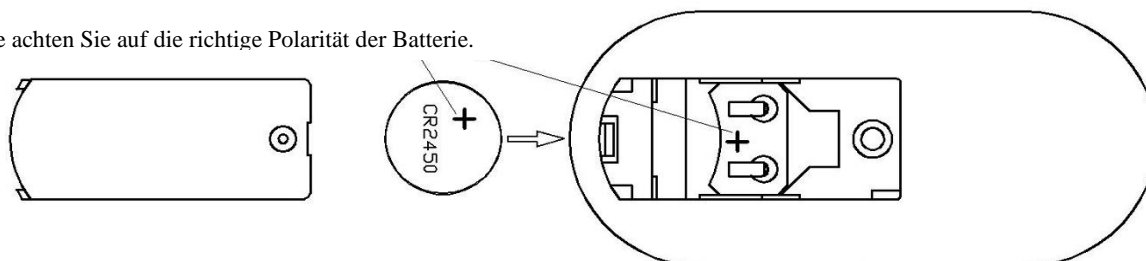

Abb. 6
Setzen Sie die 3V DC-Batterie vom Typ CR2450 in die Fernbedienung ein. Bitte achten Sie auf die richtige Polarität der Batterie. (Abb. 6)
- Legen Sie die Batterie in die Fernbedienung ein. Bitte achten Sie auf die richtige Polarität der Batterie. (Abb. 6)